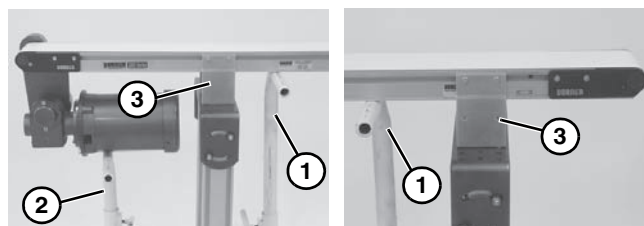
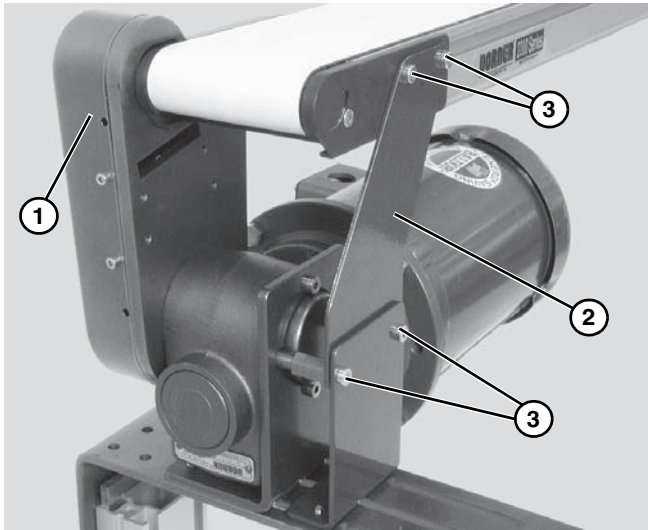

Figure 21
Figure 22
1. Placez les pieds de support temporaire (**Figure 21, item 1**) des deux extrémités du convoyeur. Placez un pied de support supplémentaire sous le moteur à engrenages (**Figure 21, item 2**), s'il y en a un. Voir l'AVERTISSEMENT.
- Retirez les fixations de montage (**Figure 21, item 3**) d'un côté du convoyeur. (Suivez la procédure inverse des étapes numéro 3 et 4 de la "Attach Mounting Brackets" section commençant à page 7.) Si l'appareil dispose d'un pack d'entraînement pour charges lourdes, retirez les fixations du côté opposé au couvercle de l'entraînement (**Figure 22, item 1**).
- Si l'appareil dispose de galets de retour, de guides et d'accessoires du côté opposé au couvercle de l'entraînement, retirez-les (**Figure 22, item 1**).
- Si l'appareil dispose d'un pack d'entraînement pour charges lourdes, retirez la fixation de support de l'entraînement (**Figure 22, item 2**) : Retirez les vis de la fixation (**Figure 22, item 3**) puis retirez la fixation (**Figure 22, item 2**).